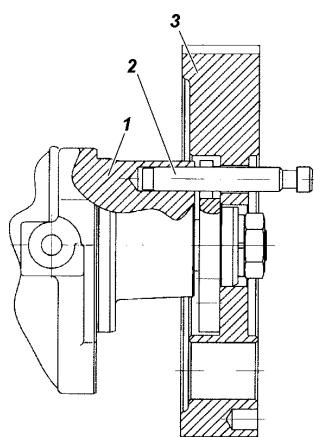

Рис. 9.37. Фиксация шкива ТНВД штифтом:
6. Зафиксировать шкив ТНВД с помощью штифта-центрирующего ТНВД ЗМ 6999-4119, как показано на рис. 9.37, при необходимости совместив отверстие в корпусе ТНВД с пазом ступицы шкива ТНВД.